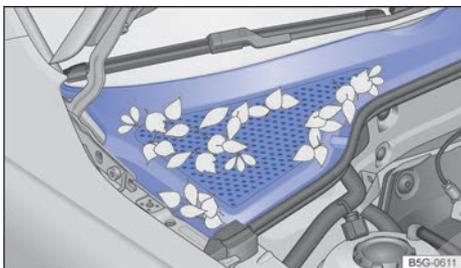

Fig. 226 Entre el vano motor y el parabrisas: caja de aguas (representación esquemática).
Caja de aguas, vano motor: Retire la hojarasca y otros objetos sueltos con un aspirador o con la mano → fig. 226 → ①. La limpieza del vano motor debería realizarla siempre un taller especializado → ▲.